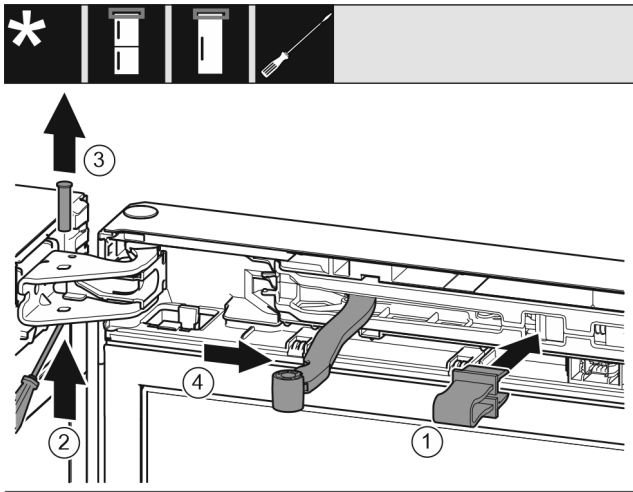

Fig. 6
- Kiinnitä varmistin aukkoon. Fig. 6 (1)
- Työnnä tappi ulos ruuvimeisselillä. Fig. 6 (2)
- Poista tappi ylöspäin vetämällä. Fig. 6 (3)
- Käännä nivel oven suuntaan. Fig. 6 (4)